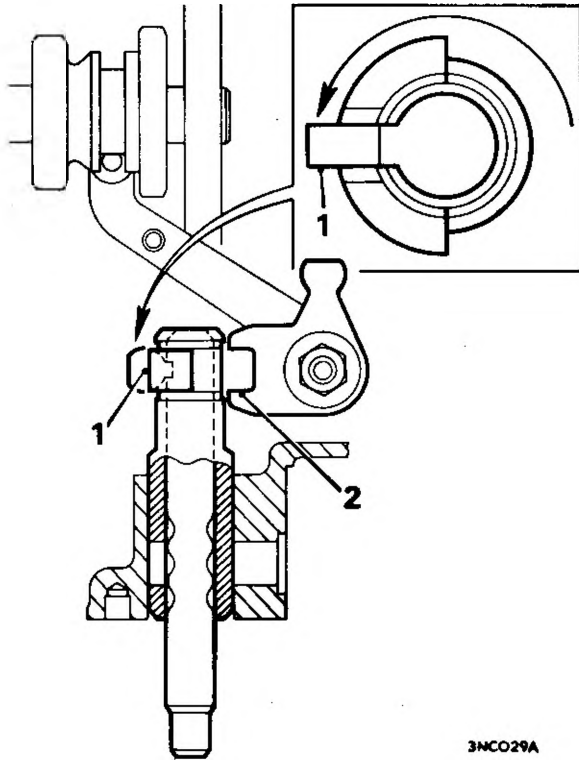

Fig. F.14
17. Per svincolare il dito dell'albero di selezione marce ed il suo manicotto d'arresto dalle leve comando forcelle, ruotare l'albero di selezione. Ved. la Fig. F.14.